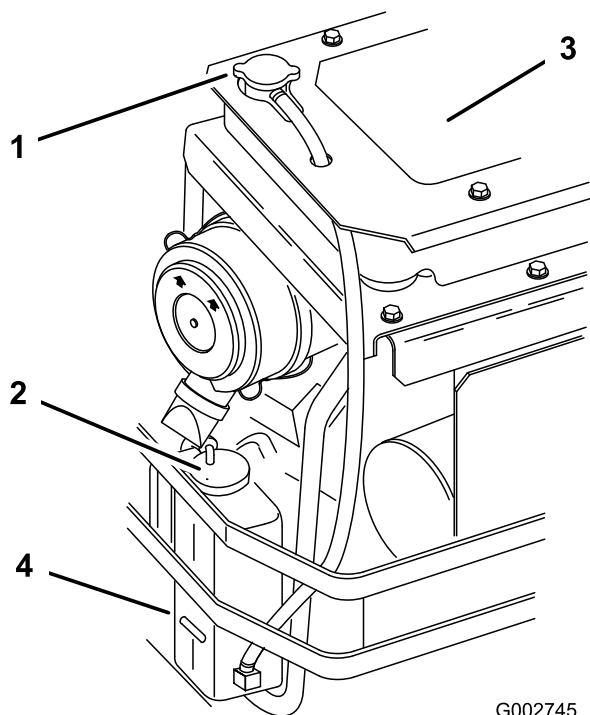

Figure 51
3. Lorsque le moteur est froid, vérifiez le niveau de liquide dans le vase d'expansion. Le liquide doit atteindre la bosse à l'extérieur du vase d'expansion (Figure 51).
4. Si le niveau de liquide est insuffisant, versez un mélange 50/50 d'antigel longue durée/Dex-Cool® et d'eau dans le vase d'expansion (Figure 51).
5. Versez une quantité suffisante de mélange 50/50 dans le vase d'expansion pour atteindre le trait de repère (Figure 51).
Avant chaque utilisation, utilisez de l'air comprimé pour enlever l'herbe, les saletés et autres débris éventuellement accumulés sur la grille du radiateur et les pompes hydrauliques (Figure 51).